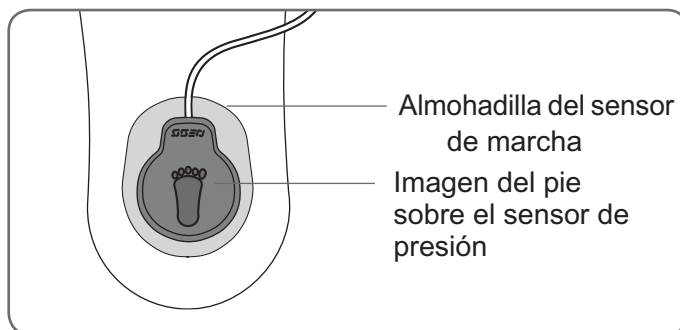

Figura 9: Cómo colocar el sensor de presión en el calzado.
3. Apunte el cable del sensor de presión hacia la punta del calzado. Luego, adhiera el sensor de presión a la almohadilla del sensor de marcha. Vea la Figura 9. Utilice como referencia la imagen del pie que se encuentra sobre el sensor de presión para colocarlo en la posición correcta.